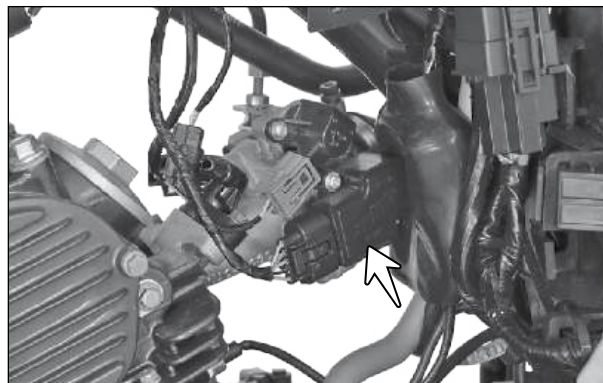

Fig. 5.21
- O sensor MAP (seta) é utilizado para encontrar a pressão na câmara de combustão e a diferença de pressão é fornecida à ECU na forma de tensão. O sensor MAP pode ser verificado fazendo uma análise boa (ou) ruim. (Fig. 5.21)